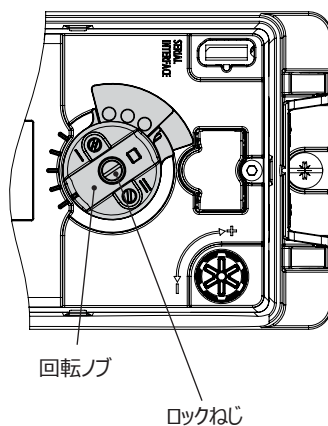

図. 5-5: シャフトロック
- ➔ ポジシヨナシャフトノブを回すために固定ネジを使用しないでください。回転ノブは手のみで回してください（図. 5-5 を参照）。
7. フォロワピン（2）がフォロワクランプ（3）の上に乗るようにポジシヨナをカバープレート（10）の上に置きます。それに応じて、レバー（1）を調整し、ポジシヨナカバーを開いてポジシヨナシャフトをシャフトロックの位置に固定します（図. 5-5）。レバー（1）は、スプリングの力でフォロワクランプ上に載った状態でなければなりません。2 本の固定ねじでポジシヨナをカバープレート（10）に取り付けます。
4. M レバー (1) で以下のピン (2) のピン位置を点検します。取り付けの種類については、ストロークテーブルを参照してください。必要に応じてピン位置を変更します (5.4 の章参照)。
5. 成形シール (15) をポジションナ筐体の溝に取り付けます。
6. フォロワピン (2) がフォロワクランプ (3) の上に載るようにポジションナをカバープレートの上に置きます。それに応じて、レバー (1) を調整し、ポジションナカバーを開いてポジションナシャフトをシャフトロックの位置に固定します (図. 5-5)。レバー (1) は、スプリングの